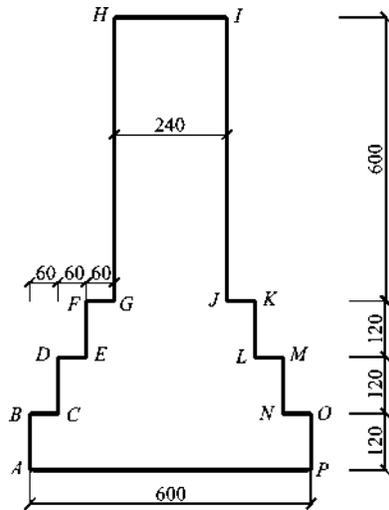

图 1-4 正交实例
**【实例 1-1】** 利用正交绘制如图 1-4 所示的基础轮廓。